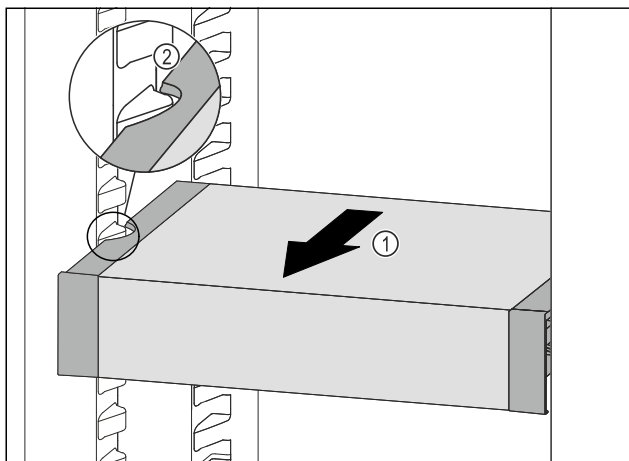

Fig. 108
- VarioSafe ťahajte dopredu Fig. 108 (1), kým sa bočné vybrania VarioSafe nebudú nachádzať vo výške rebra nádoby v chladničke. Fig. 108 (2)